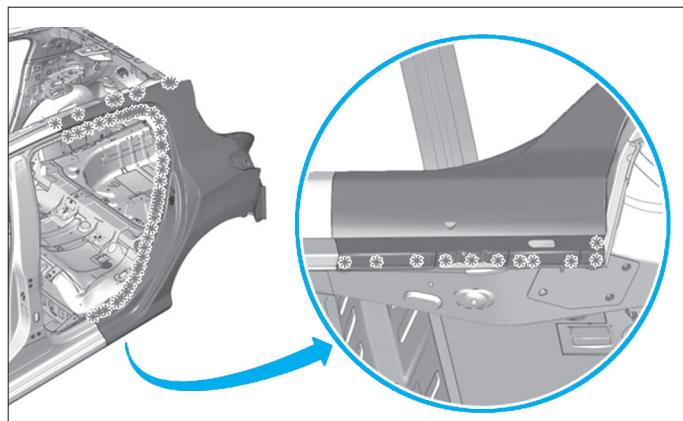
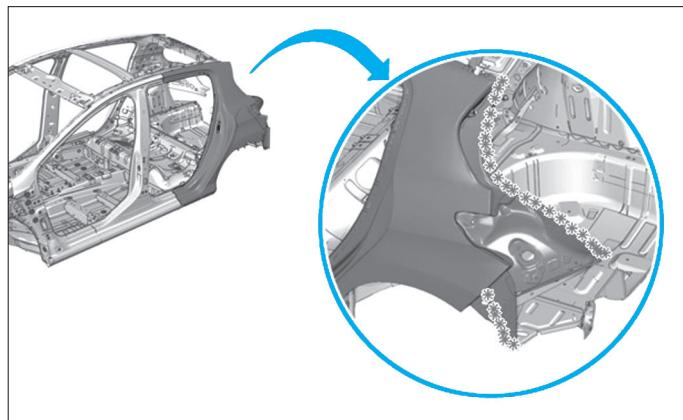

FIG. 161
FIG. 162
- Fraiser les points de soudure (Fig.161) et (Fig.162).